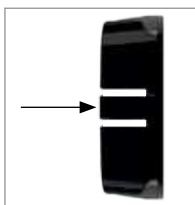

Figure 21
- Appuyez longuement sur le bouton du milieu iWOC Trio pour éteindre le système (figure 21).